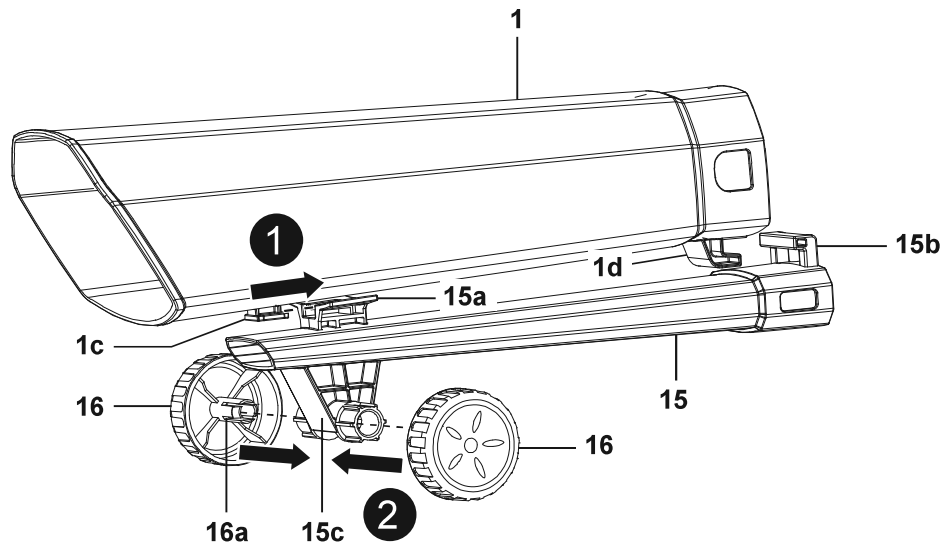

Fig. 2
2. Alinee el tubo inferior del aspirador (1) con el tubo inferior del soplador (15) e insértelo hasta el tope. Compruebe que las dos ranuras deslizantes de la espiga (1c) se deslizan por del soporte del tubo (15a) y que el inserto del tubo (1d) se engancha con el lazo del tubo enrollado (15b) (Fig. 2, paso 1).
3. Alinee el eje (16a) del rodillo guía (16) con el orificio de montaje del soporte del rodillo (15c) e insértelo hasta el final (Fig. 2, paso 2). Asegúrese de que los dos rodillos guía (16) se acoplan en su lugar y se deslizan con suavidad.